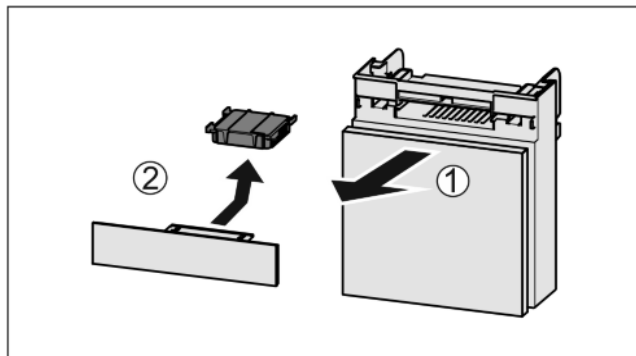

Fig. 44
- ▶ Estrarre il vano tirando in avanti Fig. 44 (1).
- ▶ Rimuovere il filtro a carboni attivi Fig. 44 (2).